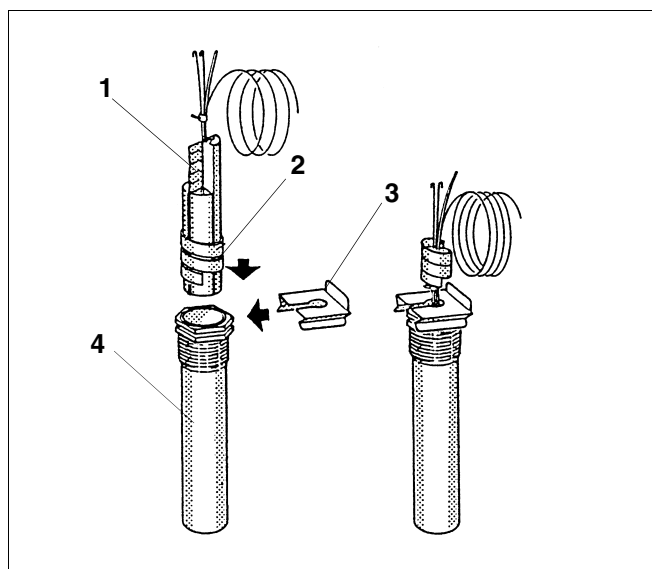

Fig. 8 Sonde dans le doigt de gant (schéma de principe)
- La spirale en plastique servant à maintenir les sondes se rétracte automatiquement au moment d'insérer la sonde (fig. 8, pos. 2).
- Pour garantir le contact entre le doigt de gant et les surfaces de la sonde et permettre ainsi un bon transfert de la température, le ressort compensateur doit être inséré entre les sondes (fig. 8, pos. 1).
- Enfoncer l'arrêt de sécurité par le côté ou par le haut sur la partie supérieure du doigt de gant (fig. 8, pos. 3).
Légende fig. 8: